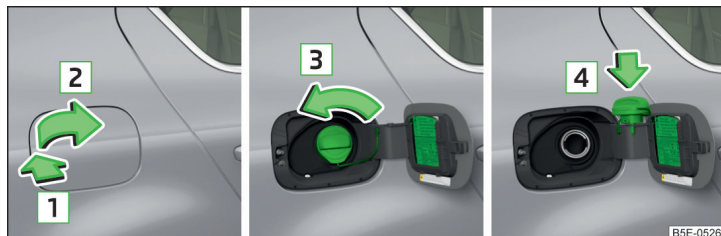

Fig. 311 Abrir la tapa del depósito/ desenroscar el cierre del depósito/ colocar el cierre del depósito en la tapa del depósito
- ▶ Presionar la tapa del depósito en el sentido de la flecha **1** y abrirla en el sentido de la flecha **2** » fig. 311.